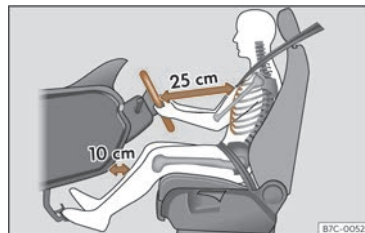

Fig. 16 Distanța corectă dintre șofer și volan trebuie să fie de cel puțin 25 cm (10 inch).
- Reglați volanul astfel încât să existe o distanță de cel puțin 25 cm (10 inchii) față de stern >>> **fig. 16** și să îl puteți ține cu ambele mâini de părțile laterale exterioare, cu brațele ușor flexate.